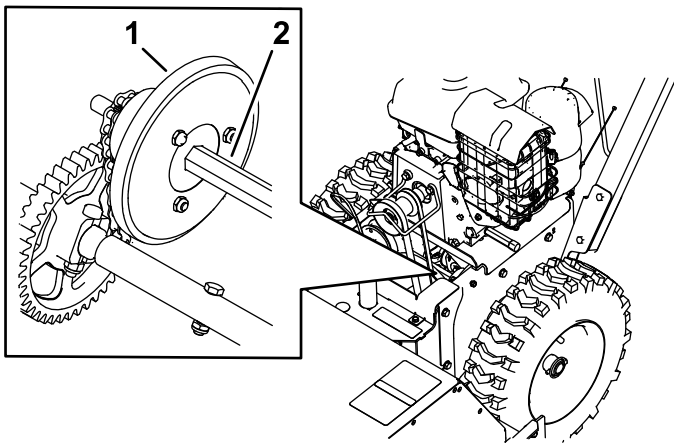

Bild 24
4. Tauchen Sie einen langen, sauberen, schmalen Pinsel in KFZ-Motoröl und fetten Sie die Sechskantwelle leicht ein (Bild 24).
Wichtig: Achten Sie darauf, dass kein Öl auf das Gummirad oder die Aluminium-Abriebplatte gelangt, da der Fahrantrieb sonst rutscht (Bild 24).